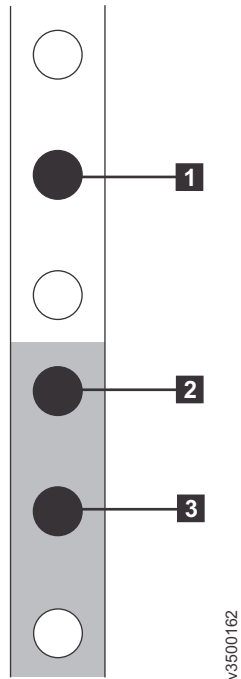

図 37. ラックの前面のホール位置
4. ラック・キャビネットの前面で作業する場合、サポート・レールを取り付けるラック内に 2 個の標準ラック・ユニット (2U) 分のスペースが確保されていることを確認します。 38 ページの図 37 は、前面の取り付け穴が識別された、2 つのラック・ユニットを示しています。